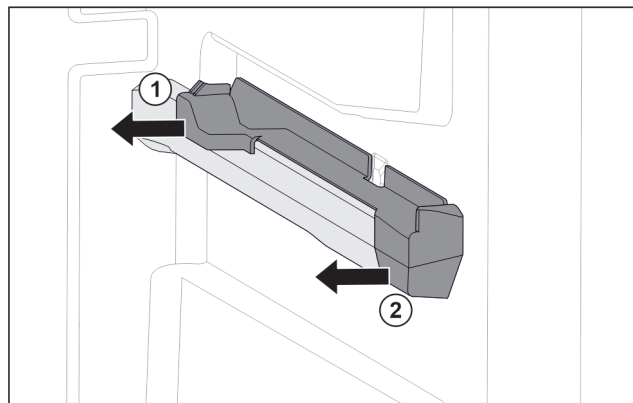

Fig. 82 Påsætningsdel på den højre beholderris
- Træk den bageste del af påsætningsdelen af og til siden. Fig. 82 (1)
- Træk den forreste del af påsætningsdelen af og til siden. Fig. 82 (2)